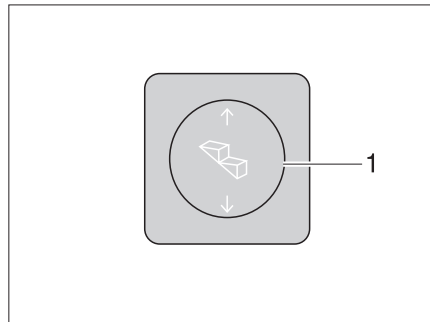

Fig. 1 Interruttore di comando scalino di ingresso
- Premere in basso l'interruttore a bilico (fig. 1,1) fino a che lo scalino di ingresso è stato completamente estratto.
- Premere in alto l'interruttore a bilico (fig. 1,1) fino a che lo scalino di ingresso è completamente inserito.